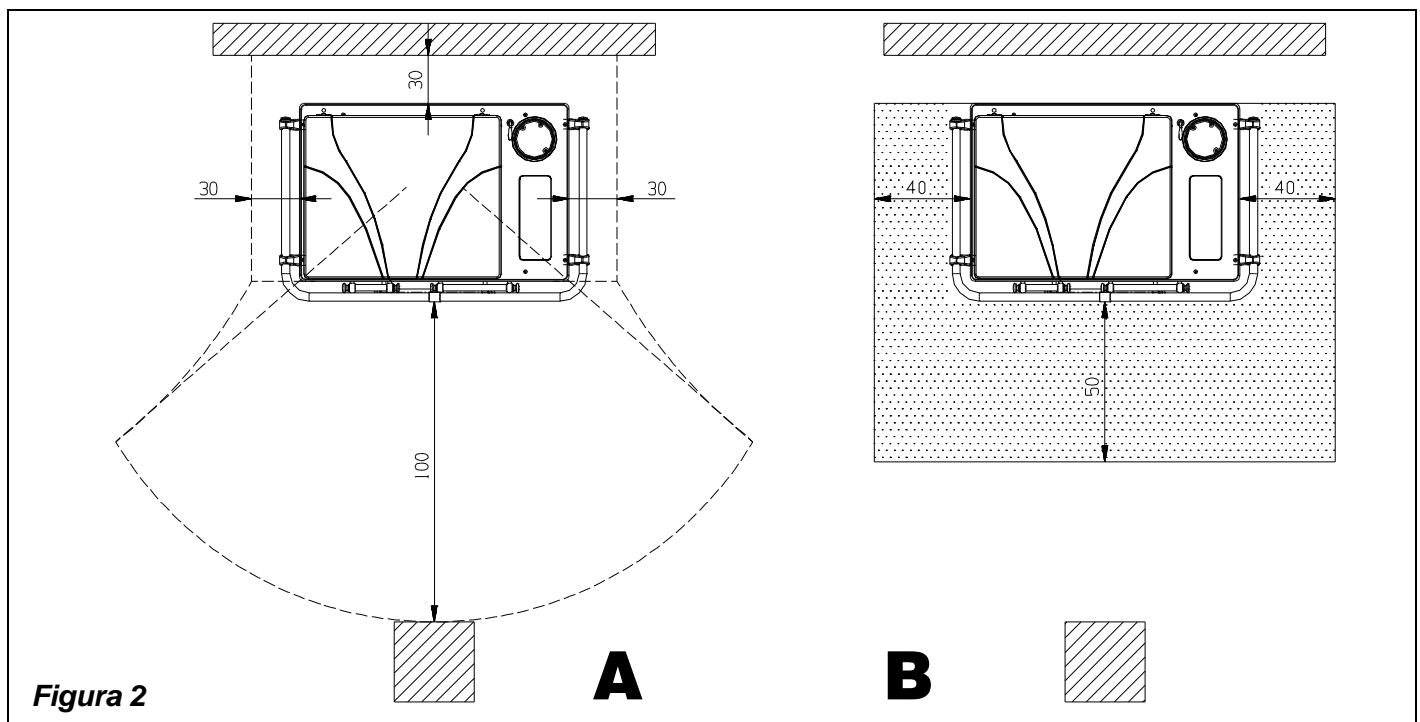

Figura 2
- la distanza minima da elementi costruttivi ed oggetti infiammabili e sensibili al calore (mobili, rivestimenti di legno, stoffe ecc.) deve essere di **30 cm** dal retro e da entrambi i lati; al fine di assicurare un sufficiente isolamento termico (Figura 2 **A**).
- qualora la cucina venga installata su un pavimento di materiale infiammabile, bisogna prevedere un sottofondo ignifugo, per esempio una pedana d'acciaio (dimensioni secondo l'ordinamento regionale). Il sottofondo deve sporgere frontalmente di almeno **50 cm** e lateralmente di almeno **40 cm** oltre all'apertura della porta di carico (vedi Figura 2 **B**).